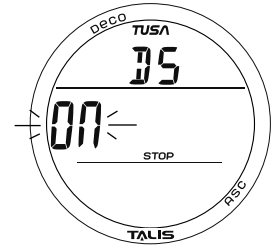

Abb. 39 - TIEFENSTOPP EINSTELLEN
**NORM-TIEFENSTOPP EINSTELLEN**, Informationen beinhalten (Abb. 39):